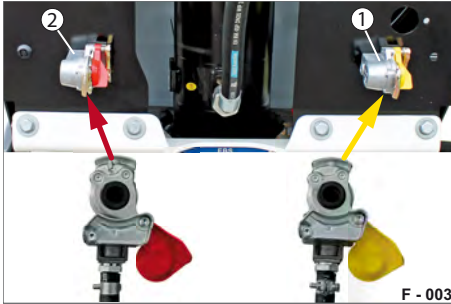

Abb. 10 Ankuppeln
- ▶ Kuppeln Sie den Kupplungskopf „Bremse“ (Abb. 10/1) an.
- ▶ Kuppeln Sie den Kupplungskopf „Vorrat“ (Abb. 10/2) an.
- ▶ Kuppeln Sie den Kupplungskopf „Vorrat“ (Abb. 10/2) ab.
- ▶ Kuppeln Sie den Kupplungskopf „Bremse“ (Abb. 10/1) ab.
- ▶ Drehen Sie die Verschlusskappen zu (siehe Abb. 10).